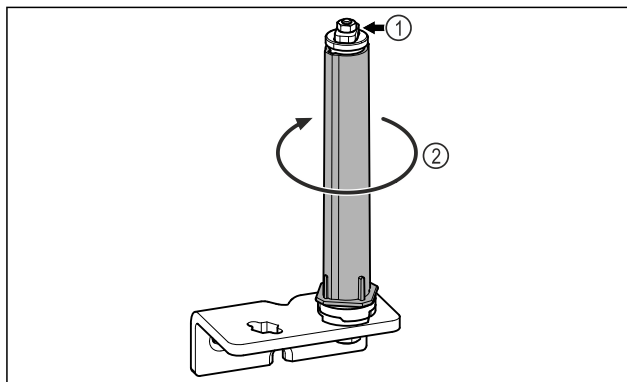

Fig. 28
- ▶ Не разбирайте систему закрытия двери Fig. 28 (1).
- ▶ Поворачивайте систему закрытия Fig. 28 (2) до щелчка.